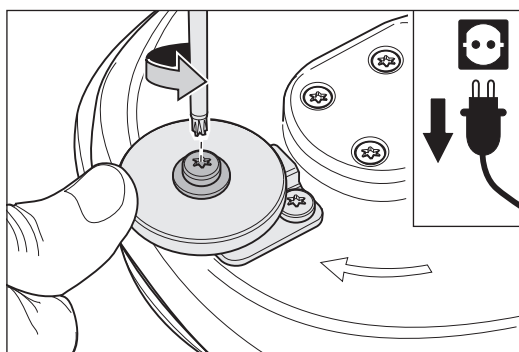

Bild 62 Lossa skruven i mitten av väggskyddsrollen.
- 3 Lossa skruven i mitten av väggskyddsrollen med universalnyckeln (bild 62).